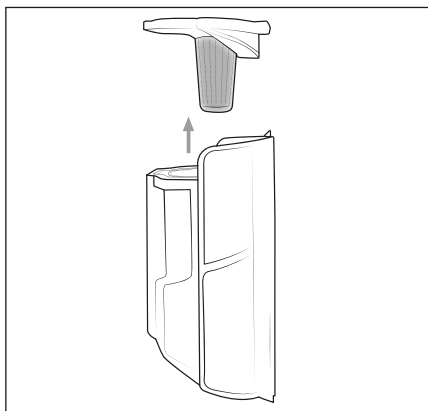

Abb. 16
- 11) Entnehmen Sie den Edelstahlfilter **6** aus dem Staubbehälter **7**, indem Sie in die Öffnung des Edelstahlfilters **6** greifen und diesen aus dem Staubbehälter **7** herausziehen (siehe Abb. 16).